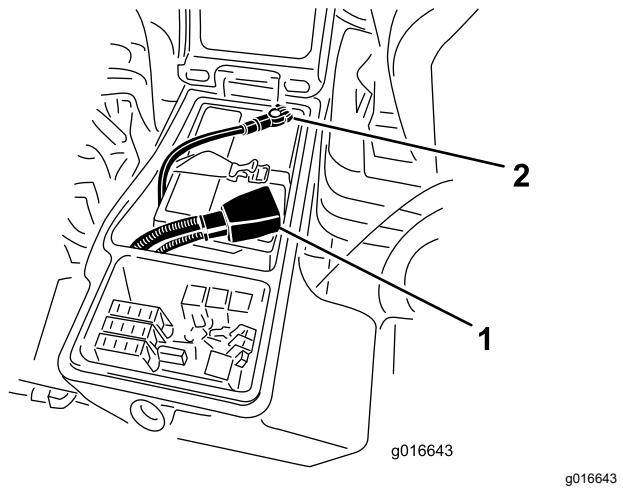

Figura 62
6. Conecte el cable positivo (rojo) al borne positivo (+) y el cable negativo (negro) al borne negativo (-) de la batería (**Figura 62**).